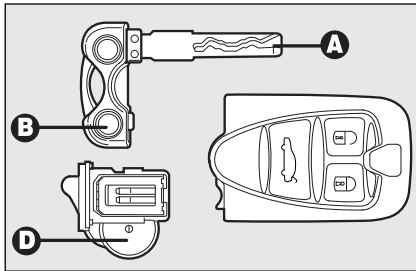

fig. 9
Ga voor het vervangen van de batterij **fig. 9** als volgt te werk:
- verwijder de batterij **D-fig. 9** uit het vakje; onthoud de polariteit (in de afgebeelde stand bevindt de plus-pool zich aan de onderzijde);